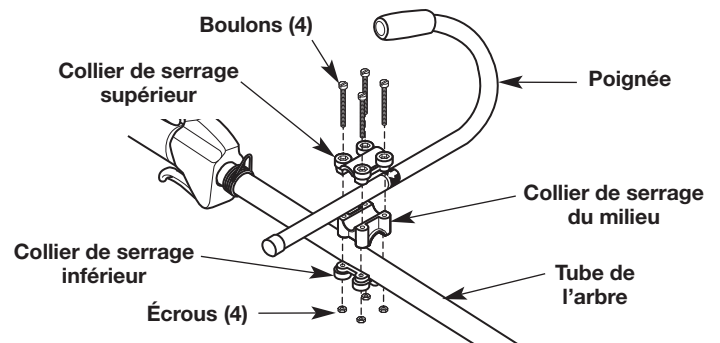

Fig. 2
1. Placez la poignée entre le collier de serrage du milieu et le collier de serrage supérieur (Fig. 2). Le cas échéant, faites pivoter ou retournez le collier de serrage du milieu jusqu'à ce que les ouvertures dans le collier de serrage supérieur et le collier de serrage du milieu s'alignent.
2. Placez les colliers de serrage et la poignée sur le boîtier de l'arbre et sur le collier de serrage inférieur (Fig. 2).
**REMARQUE :** Assurez-vous que la partie courbée de la poignée se trouve à la gauche de l'opérateur (Fig. 2).
3. Tout en maintenant les morceaux ensemble, insérez les boulons (4) dans les ouvertures alignées (Fig. 2).
4. Vissez un écrou à l'extrémité d'un boulon, sans toutefois bien le serrer. Poussez l'écrou dans la cavité hexagonale du collier de serrage inférieur. Maintenez l'écrou en place avec un doigt. Serrez la poignée avec un tournevis à tête plate, mais ne le serrez pas complètement (Fig. 2). Répétez cette étape pour chaque boulon et écrou.
1. Desserrez légèrement les boulons (4) au moyen d'un tournevis cruciforme (Fig. 2).